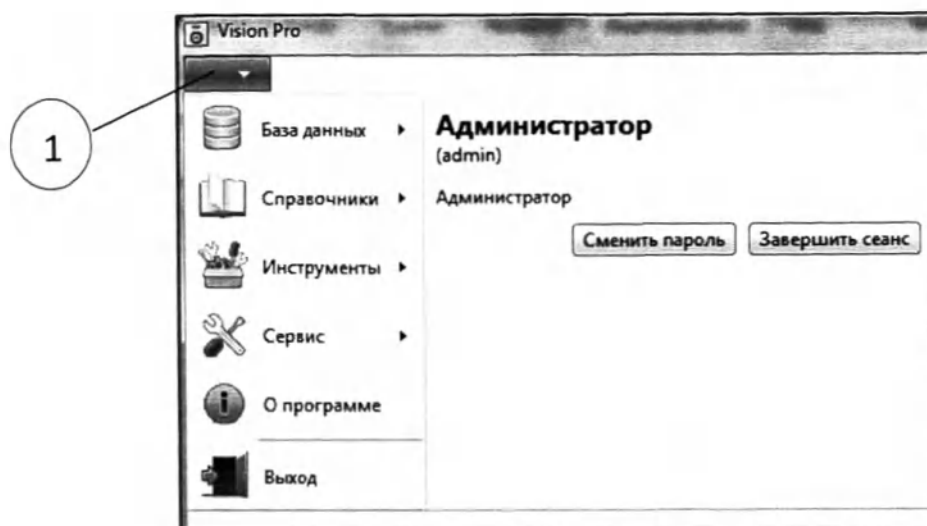

Рисунок 9 - Главное меню
Кнопка вызова главного меню ① открывает выпадающий список главного меню (Рисунок 9).